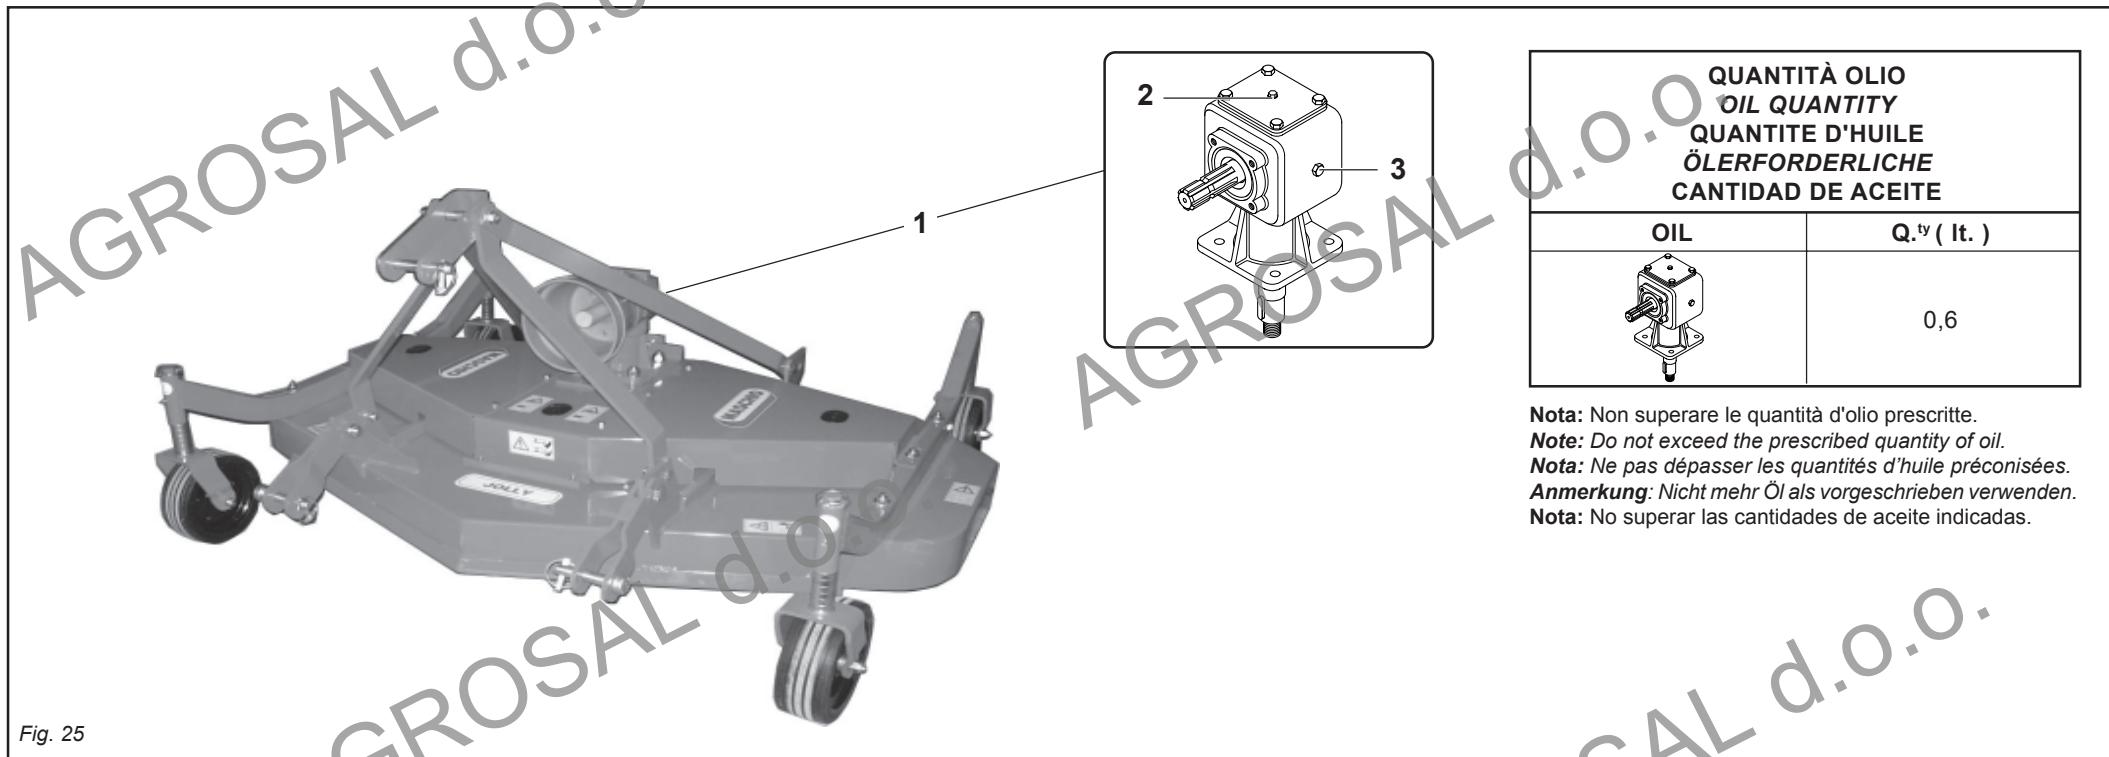

Fig. 25
- Verificare il livello olio nella scatola del gruppo ingranaggi (3 Fig. 25). Un livello corretto corrisponde al bordo inferiore del foro del tappo, posto lateralmente alla scatola. Rabboccare con olio del tipo prescritto attraverso il foro di riempimento svitando il tappo di sfiato (2 Fig. 25). Ad operazione ultimata, riavvitare il tappo di livello e il tappo di sfiato (2 Fig. 25).
- Effettuare il cambio completo dell'olio, della scatola ingranaggi (1 Fig. 25). Tale operazione deve essere effettuata da personale specializzato in quanto la sostituzione dell'olio va effettuata previo lo smontaggio della scatola ingranaggi dal tosaerba. Riempire con olio del tipo prescritto attraverso il foro di riempimento svitando il tappo di sfiato (2 Fig. 25).
- Check the level of the oil in the gearbox (3 Fig. 25). The level is correct when it reaches the lower edge of the plug hole, at the side of the housing. Top up with oil of the prescribed type, pouring it through the fill hole after having unscrewed the vent plug (2 Fig. 25). Screw the fill plug and vent plug (2 Fig. 25) back on after this operation.
- Completely change the oil in the gearbox (1 Fig. 25). This operation must be carried out by specialized personnel since the gearbox must be demounted from the grass mower in order to change the oil. Fill with oil of the prescribed type, pouring it through the fill hole after having unscrewed the vent plug (2 Fig. 25).
- Vérifiez le niveau de l'huile dans la boîte du groupe engrenages (3 Fig. 25). Le niveau est correct quand il correspond au trou du bouchon, placé latéralement à la boîte. Faites le complément avec de l'huile du type prescrit à travers l'orifice de remplissage en dévissant le bouchon d'évent (2 Fig. 25). En fin d'opération, revisser le bouchon de niveau et le bouchon d'évent (2 Fig. 25).
- Effectuer la vidange complète de l'huile de la boîte à engrenages (1 Fig. 25). Cette opération doit être exécutée par du personnel spécialisé car la vidange de l'huile doit être faite en démontant la boîte à engrenages de la faucheuse. Faites le complément avec de l'huile du type prescrit à travers l'orifice de remplissage en dévissant le bouchon d'évent (2 Fig. 25).
- Den Ölstand im Getriebegehäuse prüfen (3 Abb. 25). Der Ölstand ist richtig, wenn das Öl bis zur unteren Kante der Öffnung für den Stopfen auf der Seitenwand des Gehäuses steht. Öl der vorgeschriebenen Sorte durch die Öleinfüllöffnung geben, nachdem man den Entlüftungsstopfen (2 Abb. 25) herausgedreht hat. Nach Abschluß des Vorgangs den Standstopfen und den Entlüftungsstopfen (2 Abb. 25) wieder aufschrauben.
- Den Ölwechsel im Getriebegehäuse vornehmen (1 Abb. 25). Dieser Vorgang muß durch spezialisiertes Personal vorgenommen werden, weil zum Durchführen des Ölwechsels das Getriebegehäuse des Sicheljäähers auszubauen ist. Das Getriebegehäuse danach mit Öl der vorgeschriebenen Sorte durch die Öleinfüllöffnung füllen, nachdem man den Entlüftungsstopfen (2 Abb. 25) herausgedreht hat.
- Controlar el nivel del aceite de la caja del grupo engranajes (3 Fig. 25). Un nivel correcto corresponde al borde inferior del orificio del tapón, puesto lateralmente respecto a la caja. Reabastecer con aceite del tipo indicado a través del orificio de llenado desenroscando el tapón de desfogue (2 Fig. 25). Finalizada la operación volver a enroscar el tapón de nivel y el tapón de desfogue (2 Fig. 25).
- Efectuar el cambio completo del aceite, de la caja engranajes (1 Fig. 25). Dicha operación debe ser encomendada a personal especializado ya que la sustitución del aceite implica el desmontaje previo de la caja engranajes de la segadora de césped. Llenar con aceite del tipo indicado a través del orificio de llenado desenroscando el tapón de desfogue (2 Fig. 25).